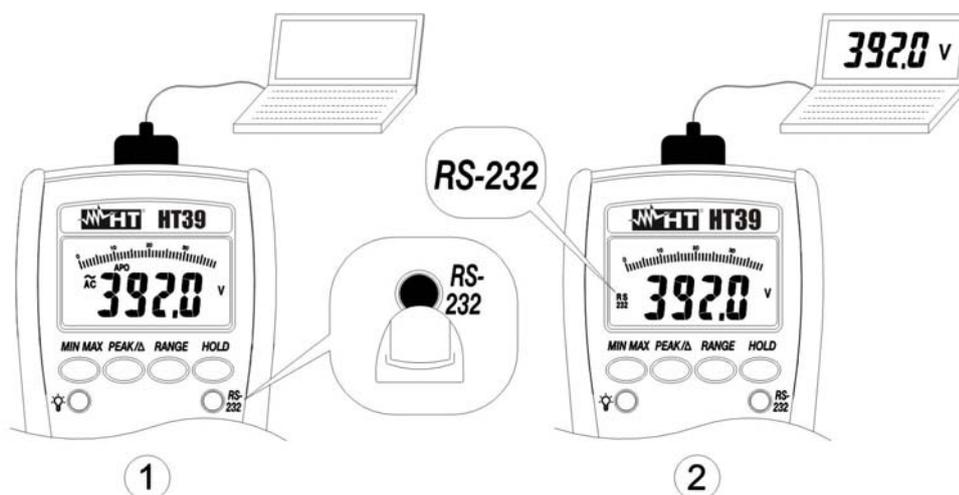

Fig. 2 Anschluss HT39 zum PC
- Verbinden Sie den 9-poligen Stecker mit dem COM-Port 1 oder COM-Port2 an Ihrem PC (siehe Abb.2 )